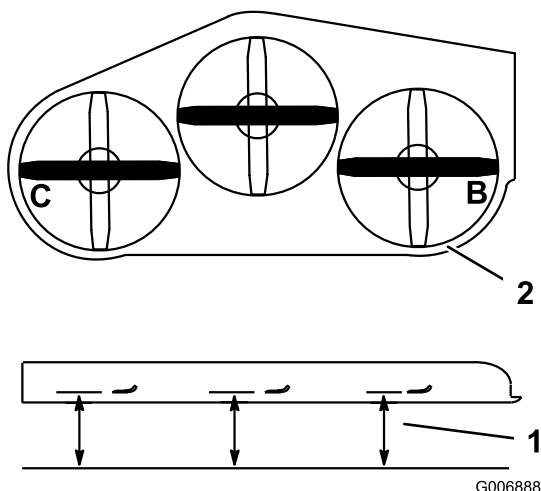

Figure 73
2. Mesurez la distance aux points **B** et **C** entre une surface plane et le tranchant des pointes des lames (Figure 73).